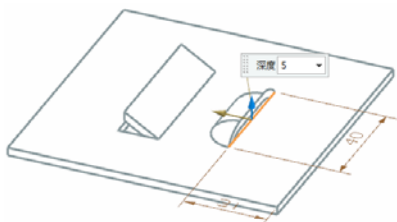

图 4-44 百叶窗特征视图区示意图
(3) 在“百叶窗”对话框中设置百叶窗形状为“成形”的, 输入“宽度”为 10, “深度”为 5, 视图区如图 4-44 所示。